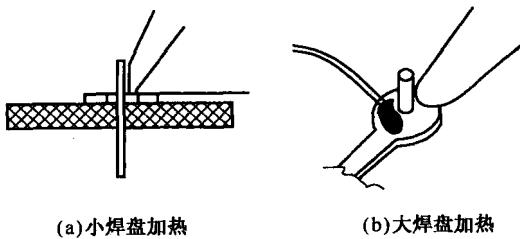

图 1.4.2 焊接示意图
(4) 将弯曲成形的元器件插入对应的孔位中，进行焊接。加热时，应尽量使烙铁头同时接触印制板上的铜箔和元器件引线。对较大焊盘，焊接时烙铁可绕焊盘移动，以免长时间停留，导致局部过热。耐热性差的元器件应使用工具辅助散热。焊锡建议使用 63/37 铅锡合金松香芯焊锡丝，禁止使用酸性助焊剂焊锡丝。图 1.4.2 为焊接示意图。
(5) 焊好后，剪去多余引线，注意不要对焊点施加剪切力以外的其他力。检查印制板上所有元器件引线焊点，修补缺陷。
(6) 集成电路若不使用插座，则直接焊到印制板上，安全焊接顺序为地端—输出端—电源端—输入端。